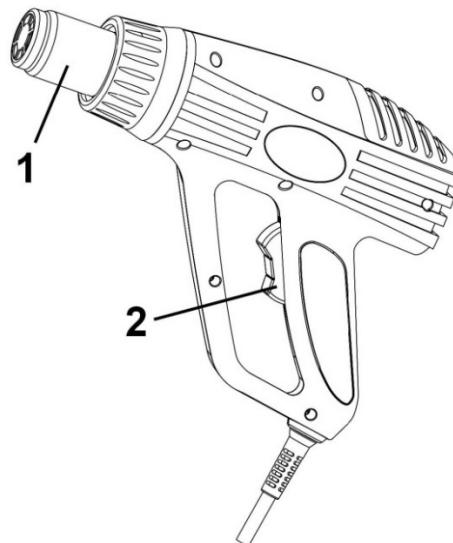

Рисунок 1
2.2.1 Конструкція виробу вміщена в корпус з термостійкого пластику і складається з наступних основних частин: нагрівального блоку в складі нагрівального елементу спірального типу в термоізоляючому кожусі з вихідним сталевим соплом нагрітого повітря (1); компресорного блоку у складі колекторного двигуна змінного струму з відцентровим повітряним компресором; перемикач/вимикач температурних режимів (2), – згідно рис.1. Електрична частина виробу складається з колекторного однофазного електродвигуна змінного струму, перемикача електроструму, електронного блоку управління з регулятором температури, з'єднувальних проводів і мережевого шнура. Захист від ураження електричним струмом користувача у виробу відповідає класу II за ДСТУ EN 61140:2015.